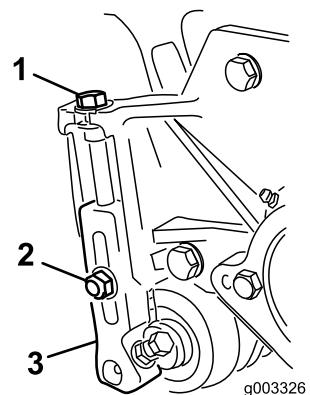

図 17
1. 刈り高ブラケットをカッティングユニットのサイドプレートに固定しているロックナットをゆるめる(図 17)。